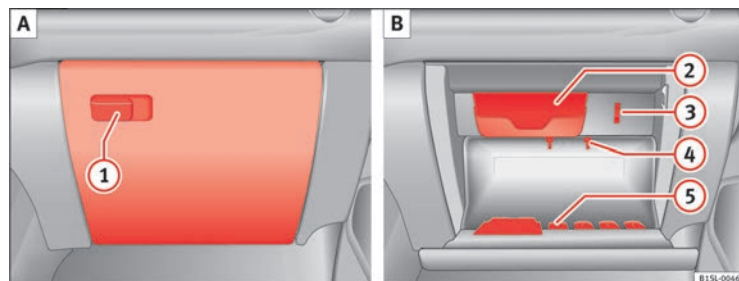

Fig. 73 Vide-poches à couvercle côté passager.
Tirez sur la poignée pour *ouvrir* → fig. 73 ①.